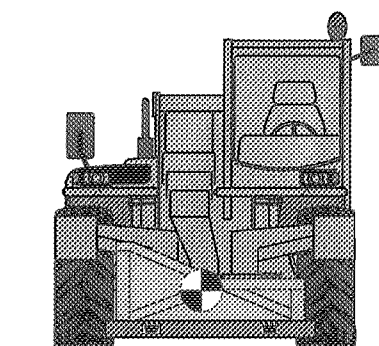

Fig.2
- extender un poco el brazo telescópico y girar el bastidor porta-accesorios hacia arriba para enganchar el accesorio. (Fig.2)
Cuando se manipulan cargas irregulares es necesario calcular el centro de gravedad en sentido transversal antes de efectuar cualquier tipo de movimiento (Fig.2).